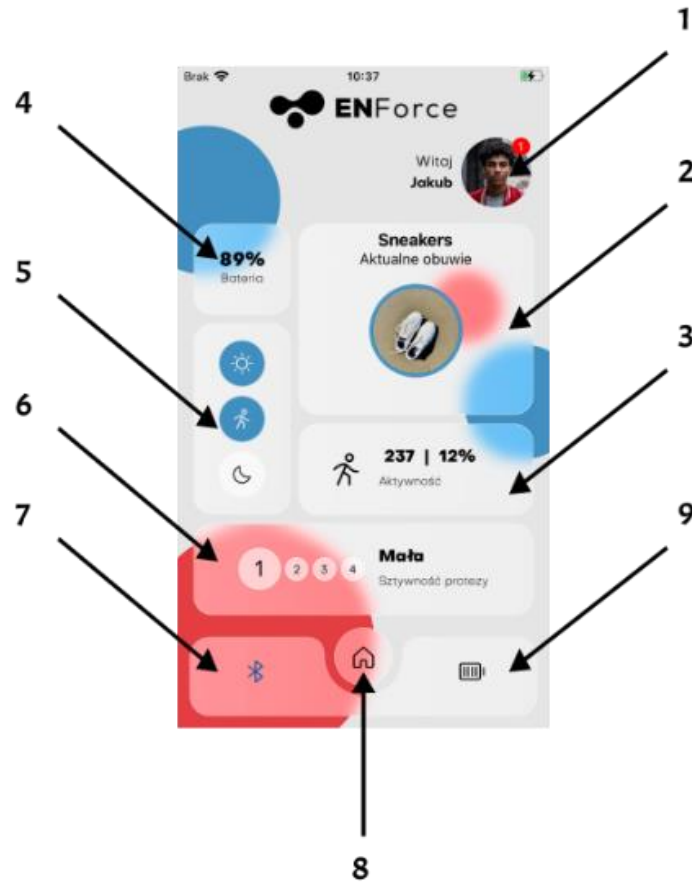

Abbildung 8: Startbildschirm.
Mit der App können Sie ein tägliches Schrittziel festlegen. Um auf den Statistikbildschirm zuzugreifen, klicken Sie auf den Avatar und wählen Sie dann Meine Aktivität aus dem Dropdown-Menü. Eine andere Möglichkeit, auf diesen Bildschirm zuzugreifen, ist die Auswahl des Statistikfensters auf dem Startbildschirm (3, Abbildung 8). Wenn Sie auf dem Statistikbildschirm ein Ziel bearbeiten möchten, wählen Sie das Symbol (1) in Abbildung 23a. In Abbildung 23b sehen Sie das aktuelle Tagesziel (2), das Feld "Ziel ändern" (3) und die Schaltfläche "Änderungen speichern" (4).